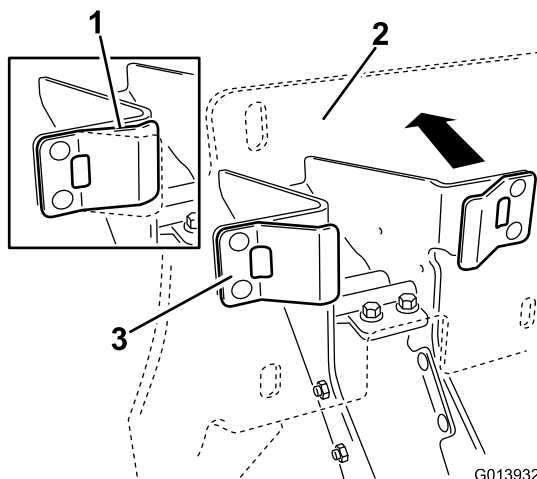

図 14
1. プラスチック製のストップがスプリングのタブに接触していることを確認し、クレードルのバックプレート・アセンブリに力をかけて、スプリングタブを途中まで縮める (図 14)